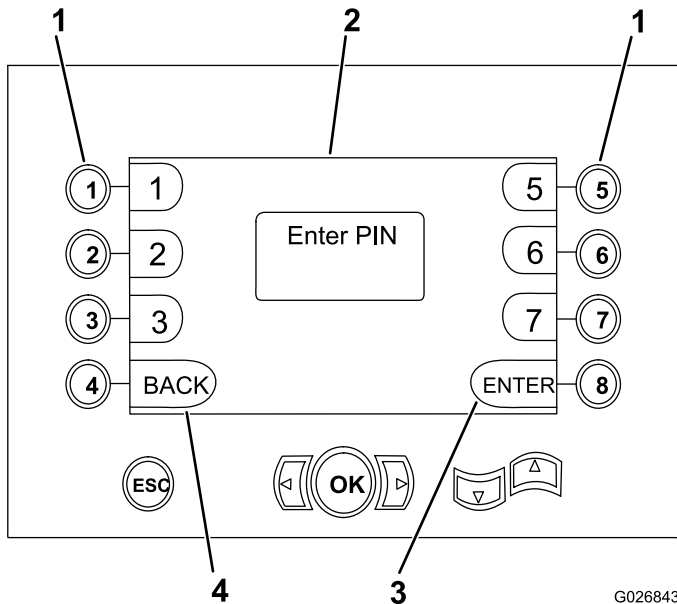

Figura 37
- Il pulsante 1 inserisce il numero 1 (Figura 37)
- Il pulsante 2 inserisce il numero 2 (Figura 37)
- Il pulsante 3 inserisce il numero 3 (Figura 37)
- Il pulsante 5 inserisce la lettera A (Figura 37)
- Il pulsante 6 inserisce la lettera B (Figura 37)
- Il pulsante 7 inserisce la lettera C (Figura 37)